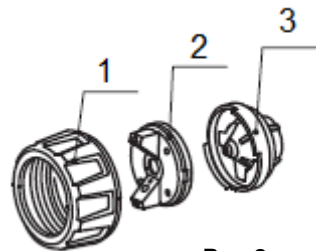

Рис.8
Очистка краскопульта (Рис.8).
10. Отвинтите гайку сопла (1), поворотное (2) и неподвижное (3) сопла (Рис.8).